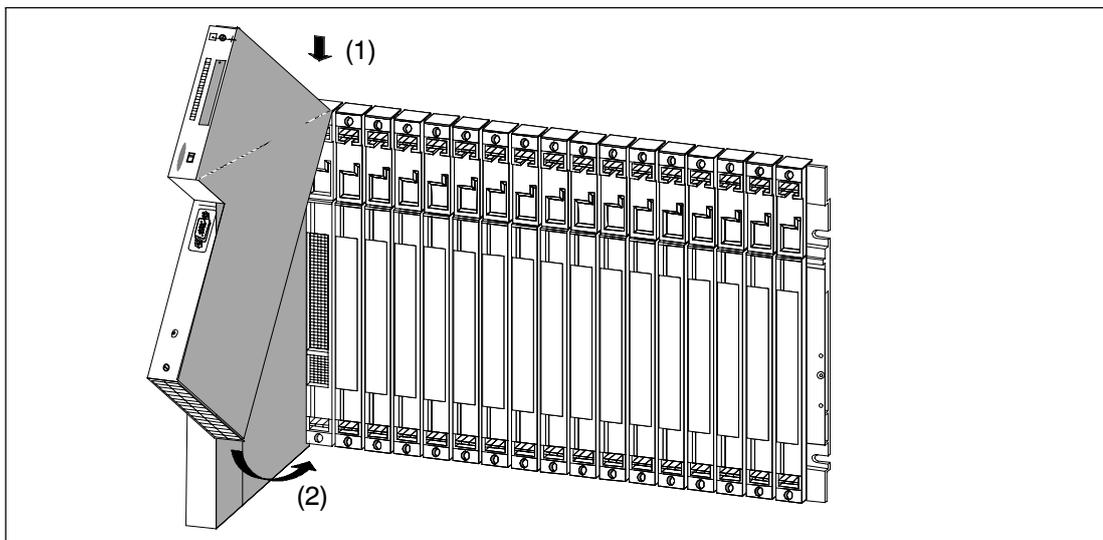

Figura 2-4 Aggancio delle unità
4. Agganciare la prima unità e farla scorrere verso il basso (vedere la figura 2-4).